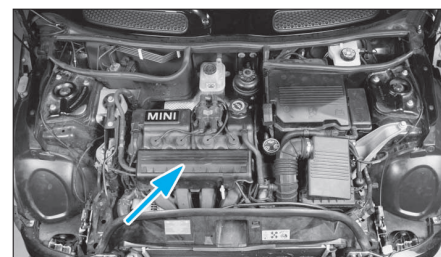

FIG. 42
- Déposer le cache moteur (Fig.42).